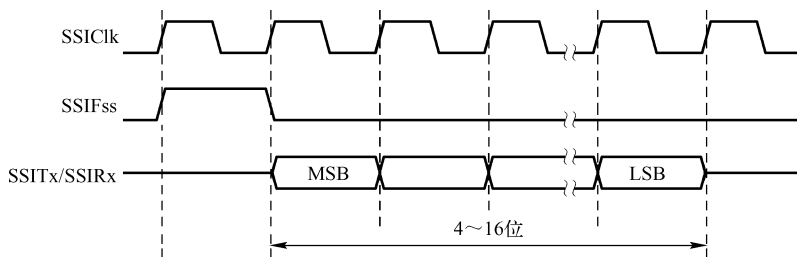
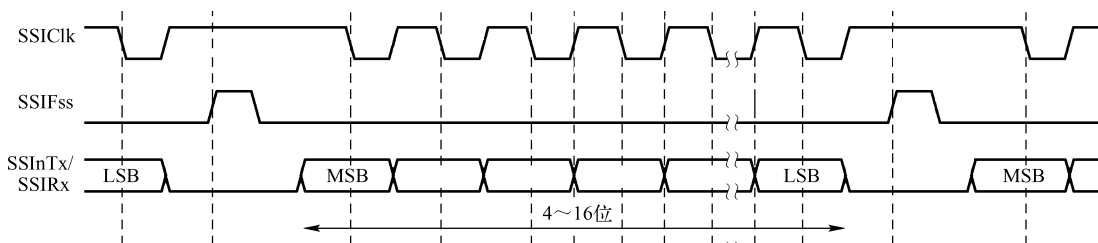

图 9-7 SPO=1 及 SPH=0 时的飞思卡尔 SPI 帧格式（单次传输）
图 9-8 SPO=1 及 SPH=0 时的飞思卡尔 SPI 帧格式（连续传输）
3) SPO=1 & SPH=0 时 SPI 的帧格式。在 SPO=1 与 SPH=0 时，Freescale SPI 帧格式的单次和连续传输信号时序如图 9-7 和图 9-8 所示。